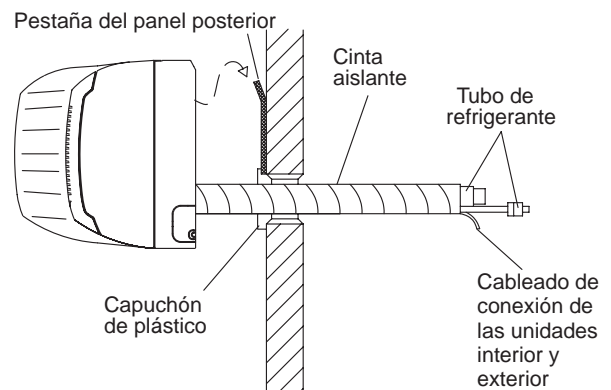

Fig. 3-60
1. Curve el tubo de refrigerante de forma que se inserte sin problemas en el agujero. (Fig. 3-60)